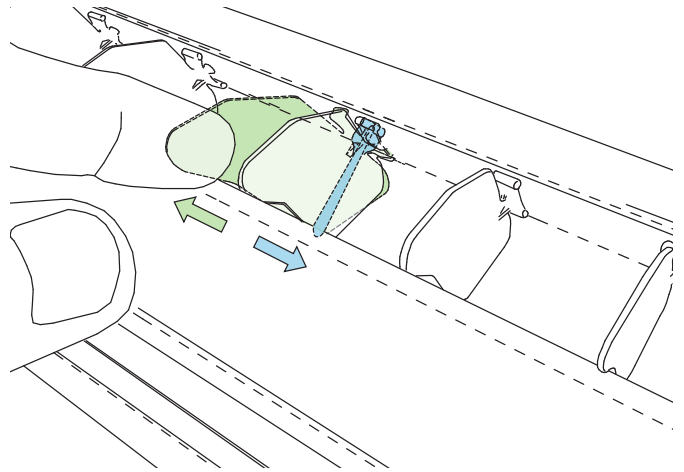

Bild 3. Airflex, individuellt ställbara luftriktare minskar risken för drag och tillåter inställning av kortare kastlängd.
- Samtliga luftspalter är utrustade med ställbara luftriktare, Airflex som standard (bild 3).